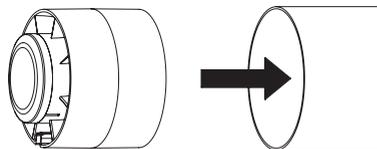

Bild 1
1. Fläkten ska installeras i ventilationskanalen (Bild 1).